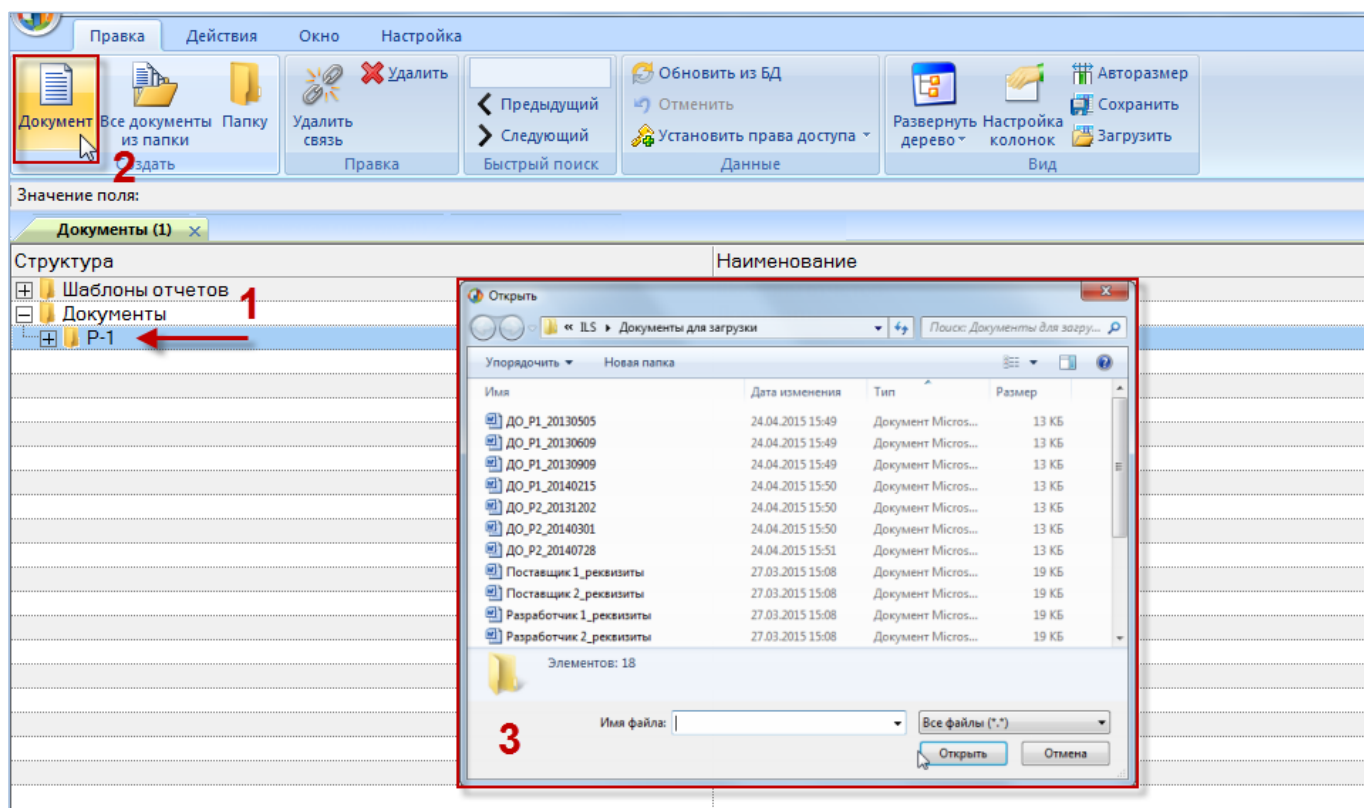

Рис. 8-1 – Добавление документа
- 2) Выбрать в таблице строку с нужной папкой, поместив на нее курсор и нажав левую кнопку мыши в любом месте этой строки. Выделенная строка помечается голубым цветом (рис. 8-1).